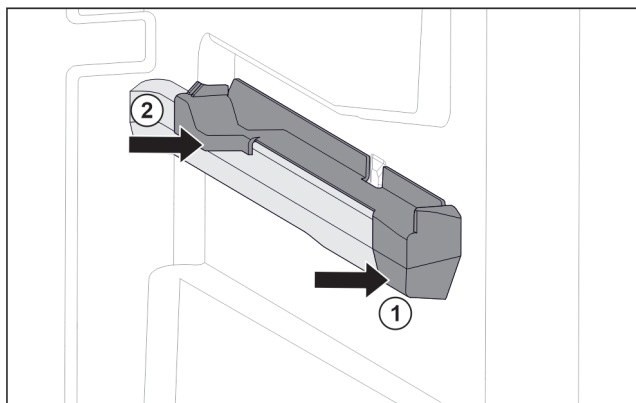

Fig. 98 Вставная часть на правом контейнерном ребре
- ▶ Наденьте вставную часть спереди на контейнерное ребро. Fig. 98 (1)
- ▶ Нажмите на вставную часть сзади. Fig. 98 (2)